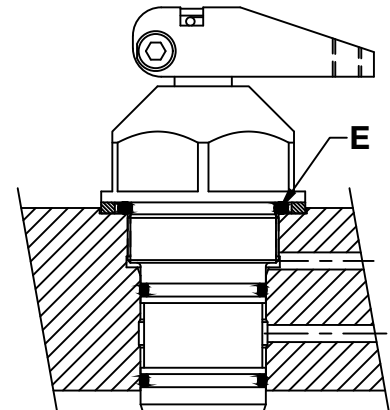

Figura 8
Lubrique los anillos "O" exteriores del cilindro antes de montar el cilindro en la cavidad. Instale el cilindro con cuidado hasta que el anillo metálico (E) entre en contacto con la superficie contrataladrada, como se muestra en la Figura 8. Apriete el cuerpo del cilindro contra la placa de montaje usando la porción hexagonal superior del cilindro, no el brazo de fijación. Consulte la tabla siguiente para los valores de apriete.